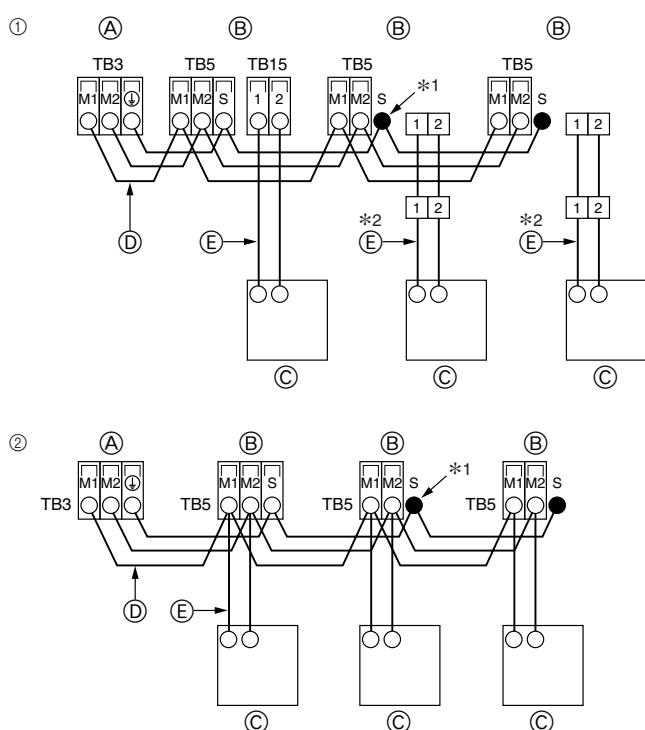

Fig. 6-4
6.2. Raccordement des câbles de la commande à distance et des câbles de transmission intérieurs et extérieurs (Fig. 6-4)
① Commande à distance MA
- ② Commande à distance M-NET